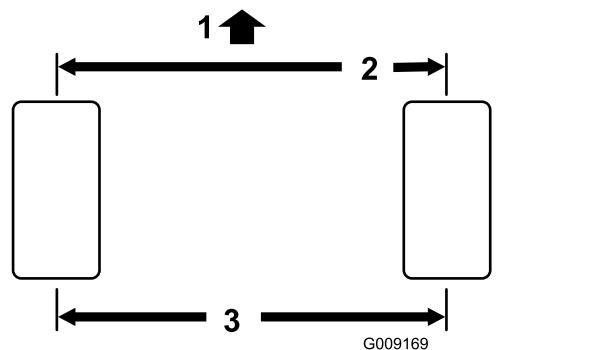

図 69
1. 後輪の前と後ろで、左右のタイヤの中央線距離を測るアクスルの高さ位置で計測図 69。